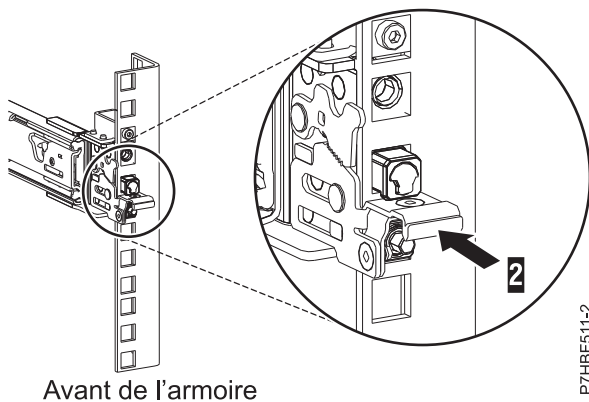

Figure 4. Loquet installé sur la glissière avant de l'armoire
4. Lorsque vous tirez la glissière vers l'avant, vérifiez que les trois broches traversent les trous d'armoire, puis insérez complètement le loquet avant (2). Pour plus de détails, voir figure 4.